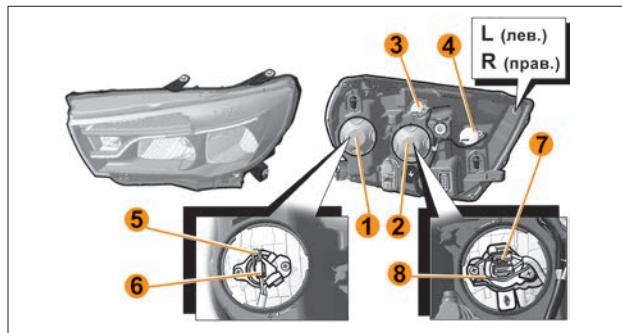

Рис. 11. Блок-фара
- снимите крышку **2** (рис. 11), повернув ее против часовой стрелки;